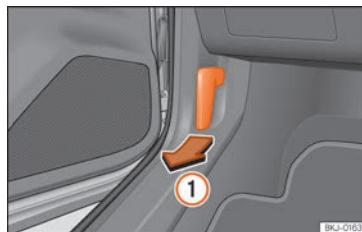

Fig. 11 Palanca de desbloqueo en el espacio reposapiés del conductor.
- Abra la puerta y tire de la palanca que hay debajo del tablero de instrumentos » » fig. 11 ①.